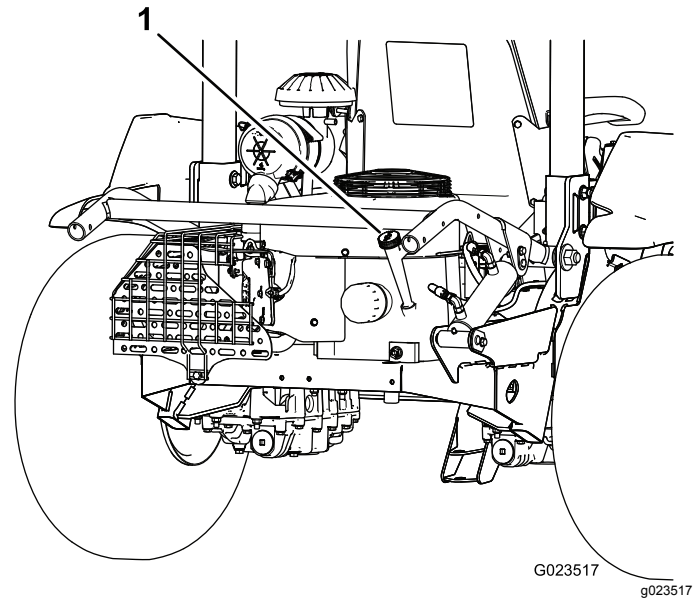

Figura 14
2. Retire la varilla (Figura 14) y límpiela con un trapo limpio (Figura 15).